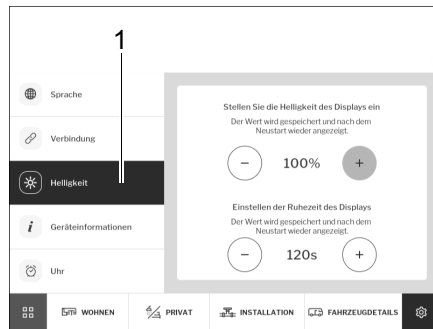

Fig. 288 Luminosité
- Appuyer sur la touche *Luminosité* (Fig. 288,1).